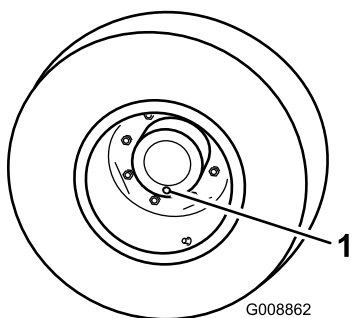

Figure 53
1. Placez la machine sur une surface plane et horizontale et tournez une roue de sorte que l'un des bouchons de contrôle se trouve à la position la plus basse (6 heures) (Figure 53).